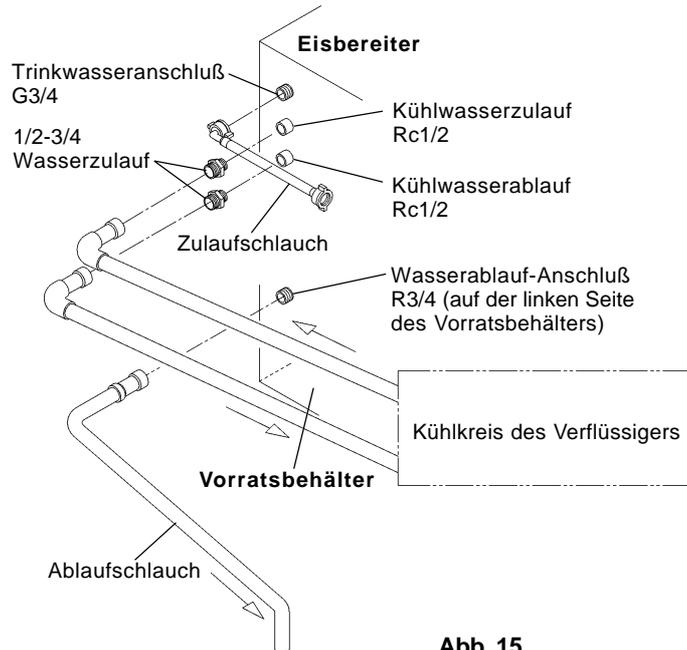

Abb. 15
* Hoshizaki empfiehlt, wassergekühlte Verflüssiger an ein Kühlsystem mit geschlossenem Kreislauf anzuschließen, welches einen Kühlturm oder Wasserkühler o.ä. benutzt (Siehe Abb. 15 und 16). Das Einfüllen mit Wasser sollte über ein Kugelventil/-unterbrecher Tanksystem reguliert werden.
[a] Standardanschlüsse entsprechend der WRC-Bestimmungen im Vereinigten Königreich (Abb. 15 und 16)
3) Den grauen, flexiblen Ablaufschlauch (Zubehör) wie in (Abb. 15) gezeigt an den R3/4-Anschluß an der linken Seite des Vorratsbehälters festschrauben, dabei wieder darauf achten, daß der Gummidichtungsring sicher eingepaßt ist. Verbindung von Hand festschrauben. Dieser Schlauch kann zum Abfließen in einen Kanal auf die richtige Länge zugeschnitten werden.
- 5) Mittels eines geeigneten starren Rohrs den Kühlkreislauf des Verflüssigers mit den freien Enden der 1/2-3/4 Wasserzuläufe wie dargestellt (Abb. 15) verbinden.